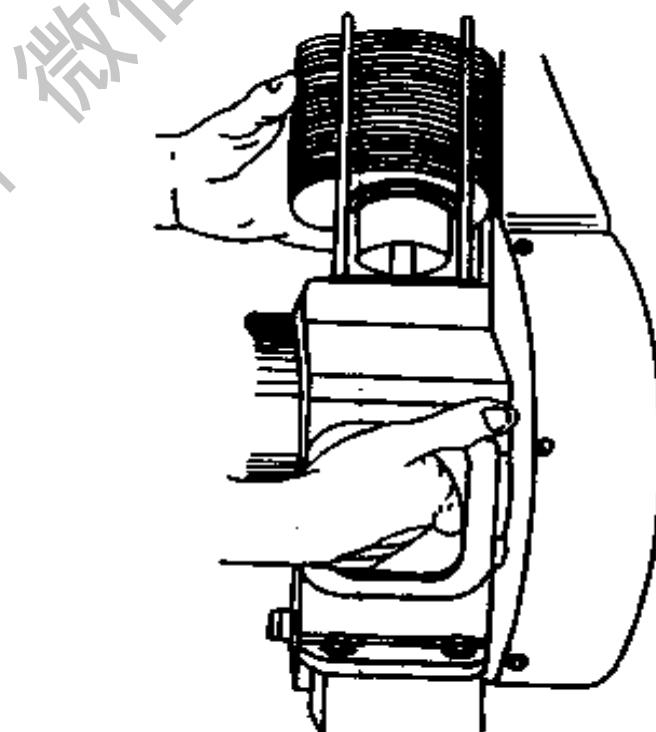

图 2-36 推出活塞连杆和汽缸套
- (3) 从曲轴箱后盖孔将活塞连杆和汽缸套一起向上推出,如图 2-36 所示。